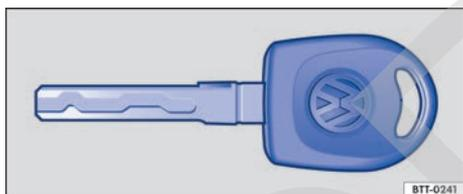

Fig. 18 Llave del vehículo con espada fija.
- **O BIEN:** introduzca la llave del vehículo → fig. 18 en el cilindro de la cerradura de la puerta del conductor y gírela **en el sentido contrario al de las agujas del reloj**. Manténgala girada para la apertura de confort. En los vehículos sin cierre centralizado solo se desbloquea la puerta del conductor.
- **O BIEN:** introduzca la llave del vehículo → fig. 18 en el cilindro de la cerradura de la puerta del conductor y gírela **en el sentido de las agujas del reloj**. Manténgala girada para el cierre de confort.